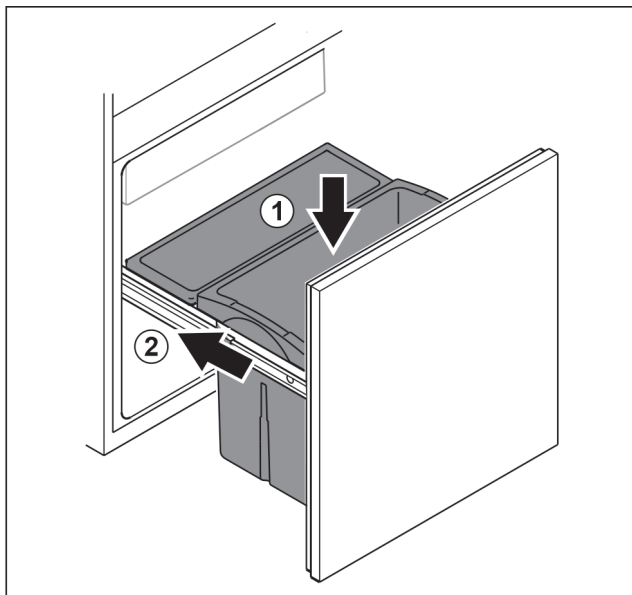

Fig. 102
- Lade vanaf de bovenkant plaatsen. Fig. 102 (1)
- Lade erin schuiven. Fig. 102 (2)